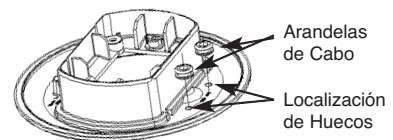

Figura 4
- Aplicaciones de bajo voltaje de pase **Opcionales** (Véase la Figura 4)
- Aplicaciones opcionales de bajo voltaje y con continuacion: (Vease la Figura 4)